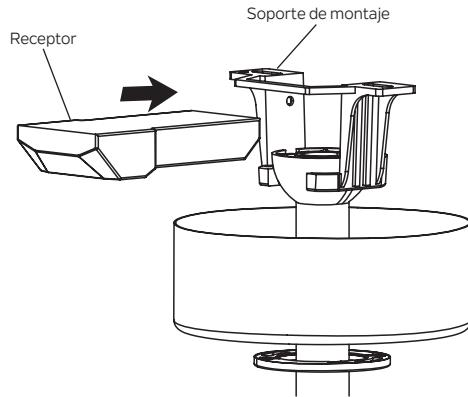

Figura 15
**Paso 1.** Inserte el receptor en el soporte de montaje, con el lado plano orientado hacia el techo. (Figura 15)